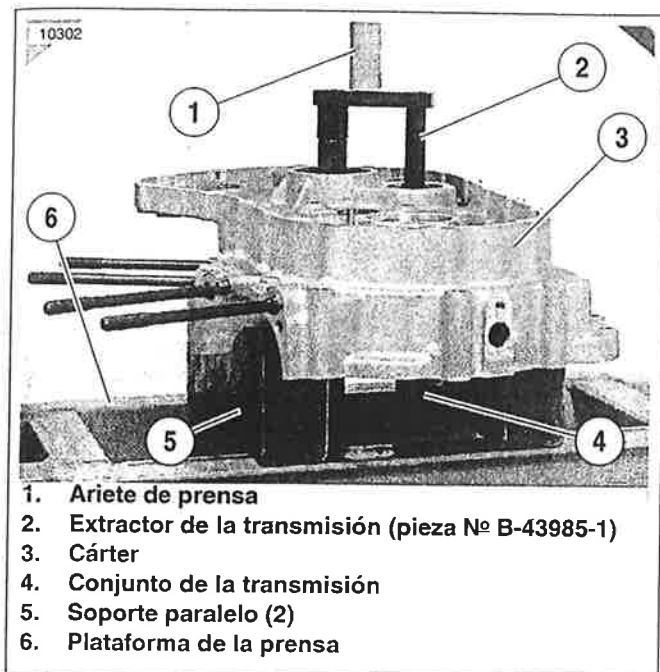

Figura 6-39. Presionar para sacar la transmisión del cárter izquierdo
4. Vea la Figura 6-39. Coloque el cárter izquierdo (3) y conjunto de la transmisión (4) en la plataforma de la prensa. Apoye el cárter en dos soportes paralelos (5).
5. Presione el conjunto de la transmisión usando el EXTRACTOR DE LA TRANSMISIÓN (2) (pieza N° B-43985-1) para extraer el conjunto de la transmisión de la mitad del cárter.